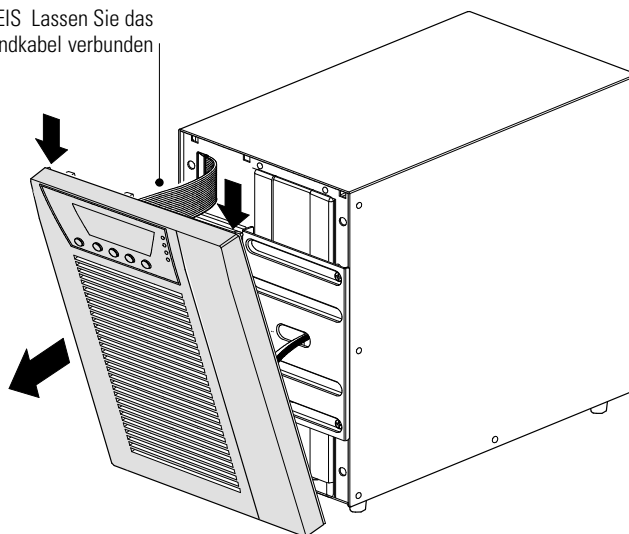

Abbildung 25. Entfernen der Frontplatte von der USV
1. Frontblende der USV entfernen (siehe Abbildung 25).